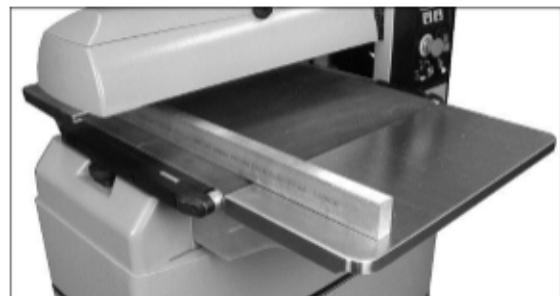

Рис. 3
2. Установите удлинение стола (B) на кронштейны (C), а также вставьте винты и шайбы (HP1, HP2, HP3). Примечание: на данном этапе не затягивайте винты.
3. Положите поверочную линейку на настил транспортера и удлинение стола. См. Рис. 3.